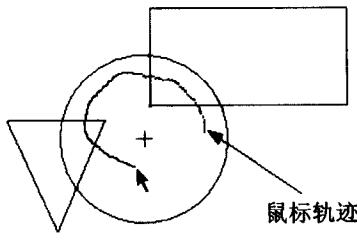
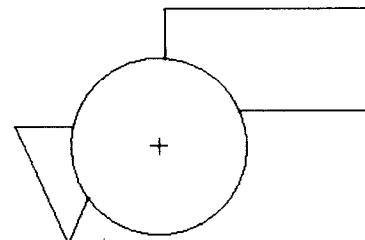

图 2-1 动态剪切实例
图 2-2 动态剪切效果
- (1) 剪切单个像素：单击草图绘制编辑工具栏中的按钮，将鼠标移动到要剪切的像素处，此时该像素将呈现蓝色，单击此处即可将该像素剪切掉。如果该像素与其他像素有相交点，系统会根据交点自动将像素分为部分单元，用户可以逐个部分进行动态剪切。
- (2) 同时剪切多个像素：单击草图绘制编辑工具栏中的按钮，按住鼠标不放并进行拖动，将绘制一条红色的动态剪切轨迹，如图 2-1 所示。绘图区域内的像素单元一旦与该轨迹相交，即可被选中，并且呈现红色高亮状态。在轨迹绘制完成后，放开鼠标，所选中的像素单元将动态剪切。如果在绘制动态剪切轨迹时误选了像素单元，此时可以在不放开的情况下单击鼠标中键，以放弃动态剪切轨迹的绘制。如果在动态剪切之后发现存在误操作，则可以单击工具栏上的 Undo Sketch Line (取消线段绘制) 按钮，撤消上次操作。图 2-2 为图 2-1 所示动态剪切之后的效果。